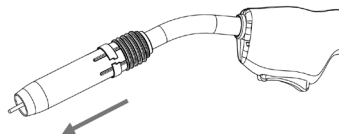

Рис. 9.16. Порядок заправки сварочной проволоки.
10. Заправьте сварочную проволоку (См. рис. 9.16).